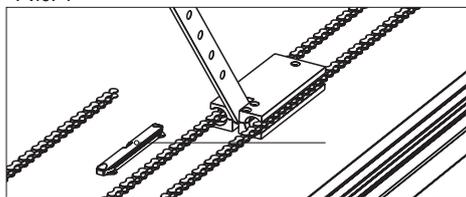

Рис. 4
В случае перебоев в электросети привод можно перевести в ручное управление. Для этого потяните вниз шнур расцепителя. Каретка должна выйти из зацепления, после чего воротами можно управлять вручную (рис. 4).
5. Разберите суппорт на две части (поз. 4, рис. 4).